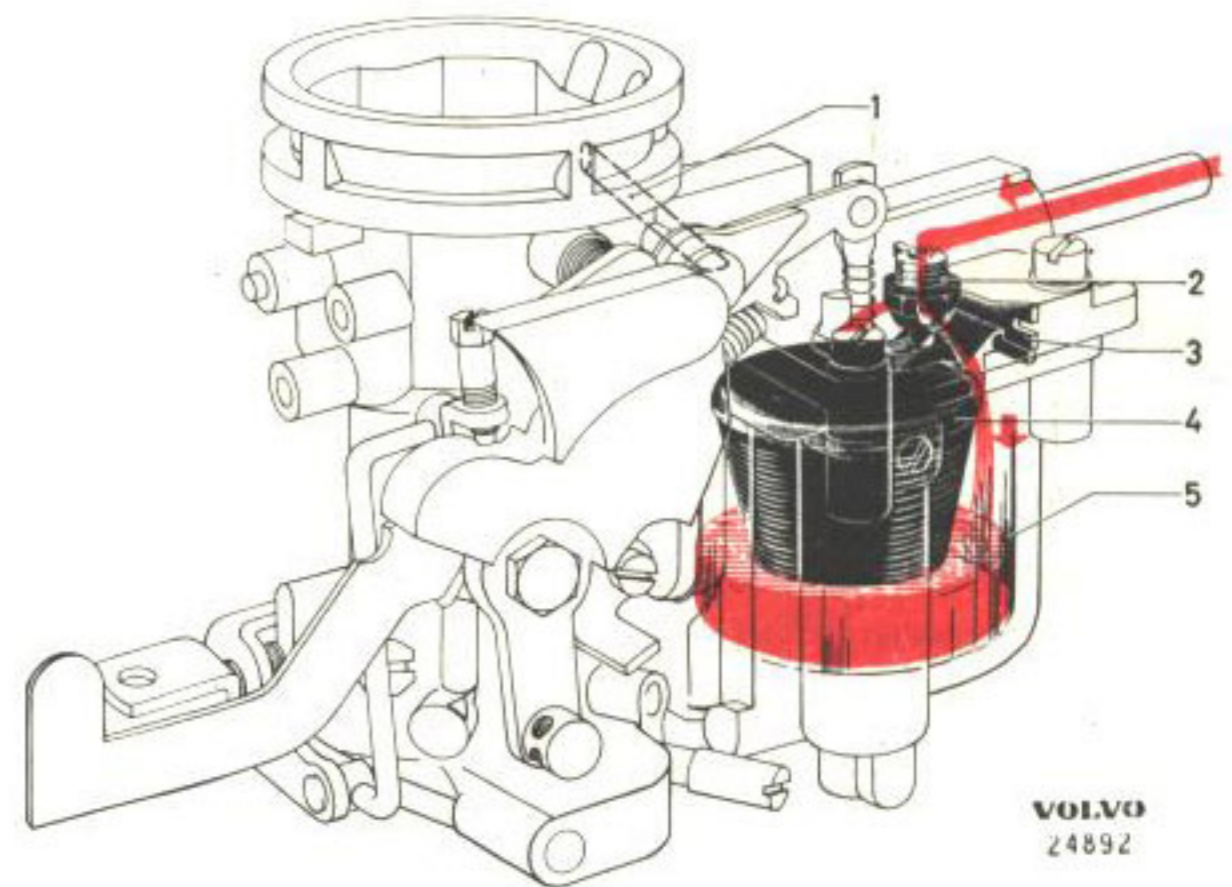

Bild 9. Flottörsystem.
Med flottörens hjälp avpassas bränslenivån till avsedd höjd. Då bränslet stiger till denna nivå lyftes flottören (4 bild 9) uppåt och trycker nålen i ventilen (2) mot sätet via flottörhävarmen varvid bränsletillförseln stänges av. Vid sjunkande nivå upprepas händelseförloppet men i motsatt riktning. Flottörkammaren ventileras genom ett hål (1), som upptill är förbundet med förgasarens övre del. Flottören är tillverkad av nylon och försedd med fast hävarm.